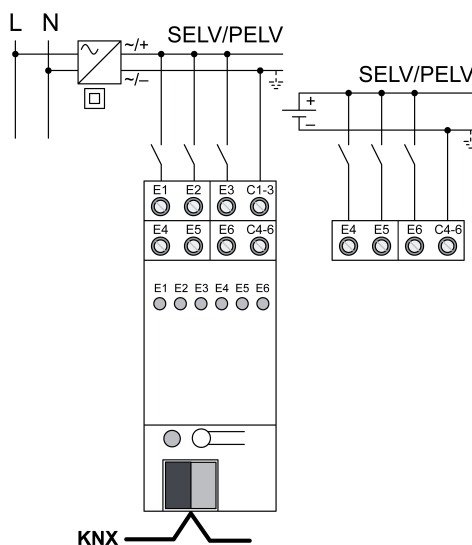

Figure 3: Raccordement de circuits électriques TBTS/TBTP
- Circuits électriques TBTS/TBTP selon l'exemple de raccordement (figure 3) Raccorder . Respecter la polarité.